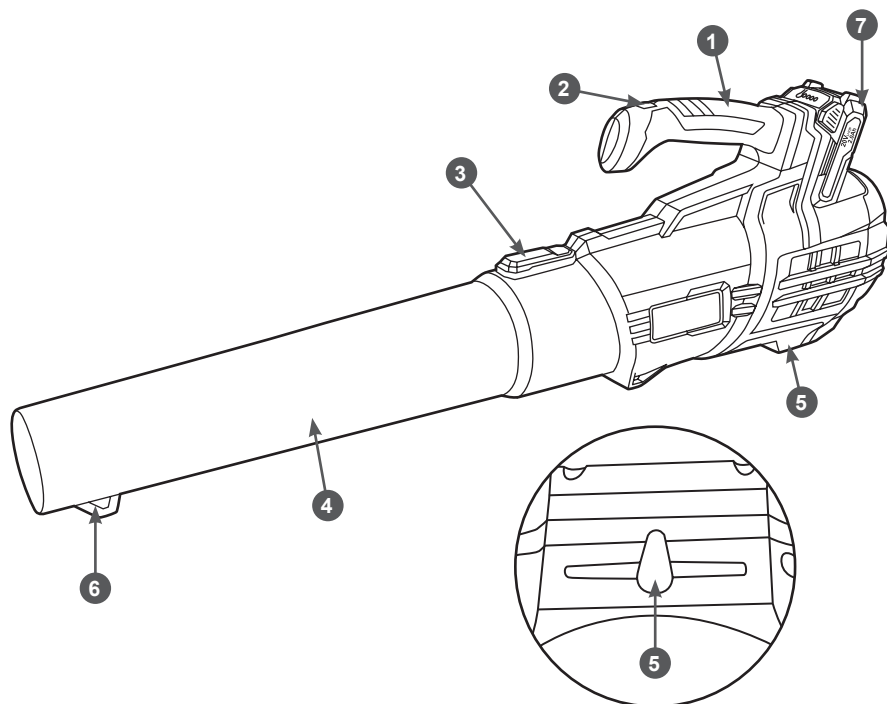
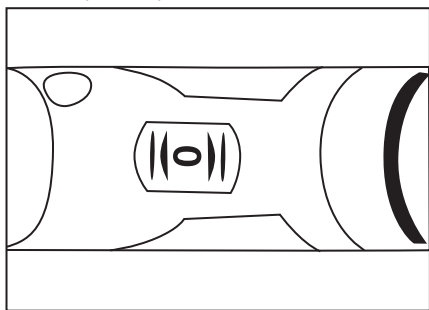

Рис. 1 Основные узлы и органы управления
Рис. 4 Выключение устройства
Основные узлы и органы управления воздуходувки показаны на Рис. 1.
Вставляйте и вынимайте аккумулятор, когда устройство выключено (переключатель режимов установлен в положение «0», см. Рис. 4).
5. Проверьте исправность переключателя режимов 2 (Рис. 1).
Чтобы включить воздухоудвку, установите переключатель 4 режимов (Рис. 1) в положение 1 (2/3/4/max). Для выключения установите переключатель в положение «0» (Рис. 4).
2. Если скорость воздушного потока недостаточна, то переключателем режимов 4 (Рис. 1) выберите режим с более высокой скоростью.